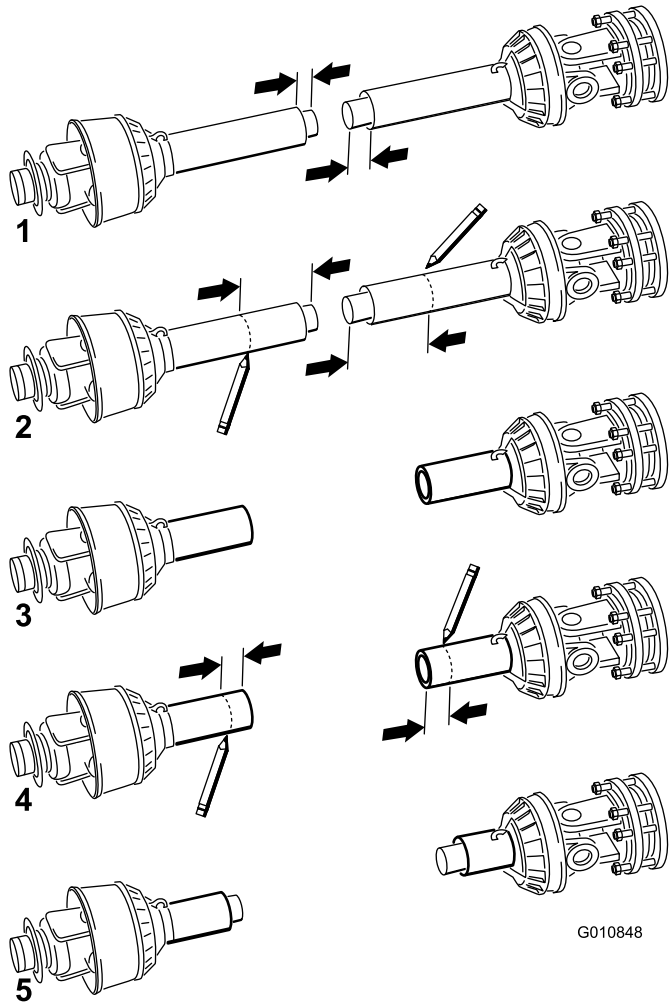

Figure 17
- Séparez les deux moitiés de l'arbre de PDF (Figure 17, illustration 1).
- Mesurez la distance entre l'extrémité de chaque tube et son enveloppe de protection (Figure 17, illustration 1). Notez ces distances.
- Utilisez les dimensions déterminées à l'étape 8, repérez, marquez et coupez l'enveloppe et le tube sur chaque moitié de l'arbre de PDF (Figure 17, illustrations 2 & 3).
- En vous aidant des dimensions déterminées à l'étape 11, repérez, marquez et coupez les enveloppes de sécurité seulement pour exposer les tubes (Figure 17, illustrations 4 & 5).